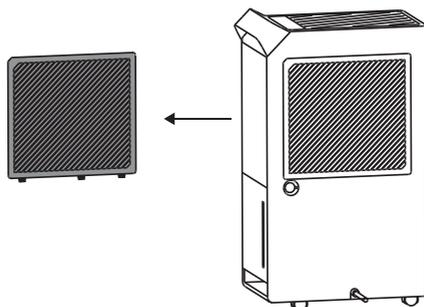

Рис. 5.
8. **Чистка фильтра (Рис. 5).** Достаньте фильтр, промойте его в мыльной воде, прополощите в чистой воде, высушите и вставьте на место. В среднем, необходимо проводить чистку фильтров не реже чем раз в две недели при постоянном использовании. иначе производительность прибора может снизиться.